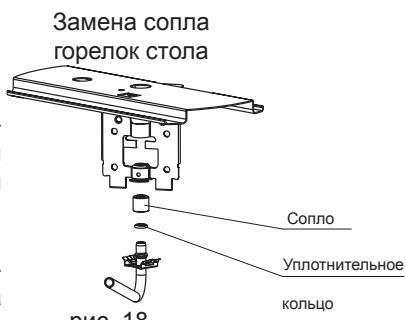

рис. 18
25.1. Проведение замены сопла при ремонте, а также при переводе на другой тип газа (рис.18)
5. Снять установленные сопла, для этого отверткой необходимо отсоединить металлическую защелку от отбортовки гнезда держателей сопла и вывести газоподводящую трубку вместе с соплом из гнезда, затем снять сопло с трубки газа (рис.18). Резиновые уплотнительные кольца рекомендуется оставить на трубках.